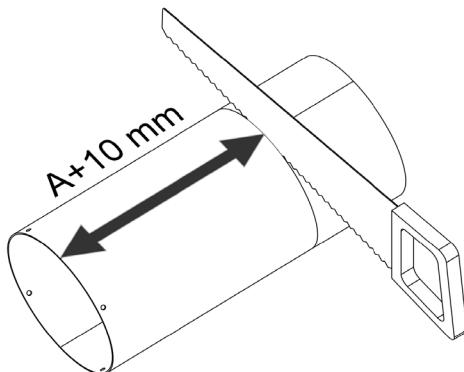

Figure 8 - Raccourcissement du tube de Ø 250 mm
Sciez le tube de Ø 250 mm (4) à la longueur A + 10 mm, mesurée à partir de l'extrémité comportant les quatre trous (voir Figure 8 ci-dessous).